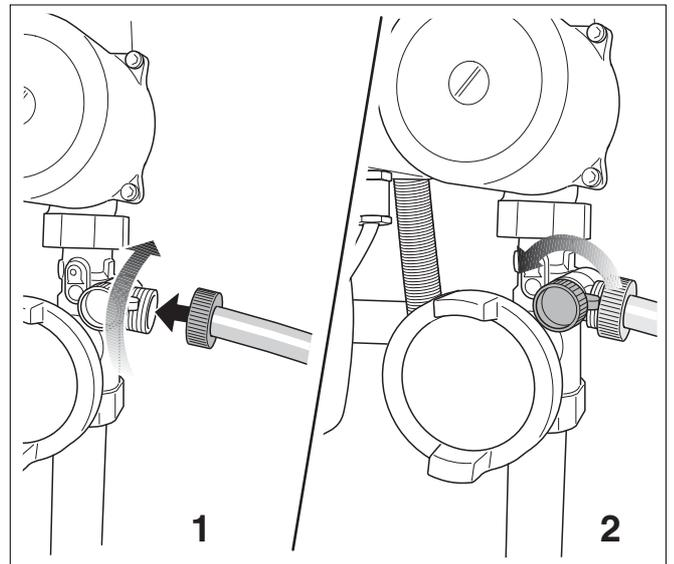

Fig. 49 Collegare la tubazione / aprire il rubinetto di carico e scarico
- Aprire il rubinetto di carico e scarico (fig. 49, **pos. 2**).